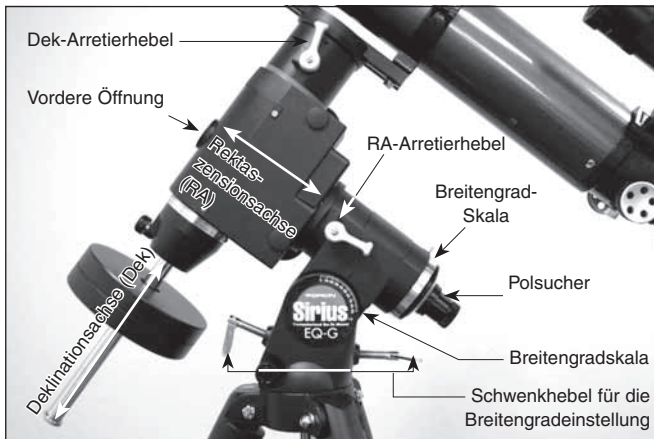

Abbildung 6. Das parallaktische Achsensystem der Sirius EQ-G Montierung.
Um eine übermäßige Beanspruchung des Motorantriebssystems zu vermeiden und eine reibungslose und gleichmäßige Bewegung des Teleskops auf beiden Achsen der Montierung zu gewährleisten, ist eine optimale Balance des Optikrohrs unerlässlich. Balancieren Sie das Teleskop zunächst auf der Rektaszensionsachse (RA) und dann erst auf der Deklinationsachse (Dek) (siehe **Abbildung 6**).
- Die Montierung ist mit zwei Schwenkhebeln für die Breitengradeinstellung ausgestattet (siehe **Abbildung 6**). Öffnen Sie einen davon, während der andere geschlossen bleibt. Auf diese Weise stellen Sie den Breitengrad der Montierung ein. Stellen Sie die Montierung so ein, dass der Zeiger auf der Breitengradskala auf den Breitengrad Ihres Standorts zeigt. Wenn Sie den Breitengrad Ihres Standorts nicht wissen, können Sie in einem Atlas nachschlagen oder im Internet nachsehen. Angenommen, der Breitengrad Ihres Standorts ist 35° Nord, dann stellen Sie den Zeiger auf „ 35° “. Von nun an muss die Breitengradeinstellung nur dann erneut angepasst werden, wenn Sie Ihre Beobachtungen an einem anderen, weiter entfernten Standort durchführen möchten.